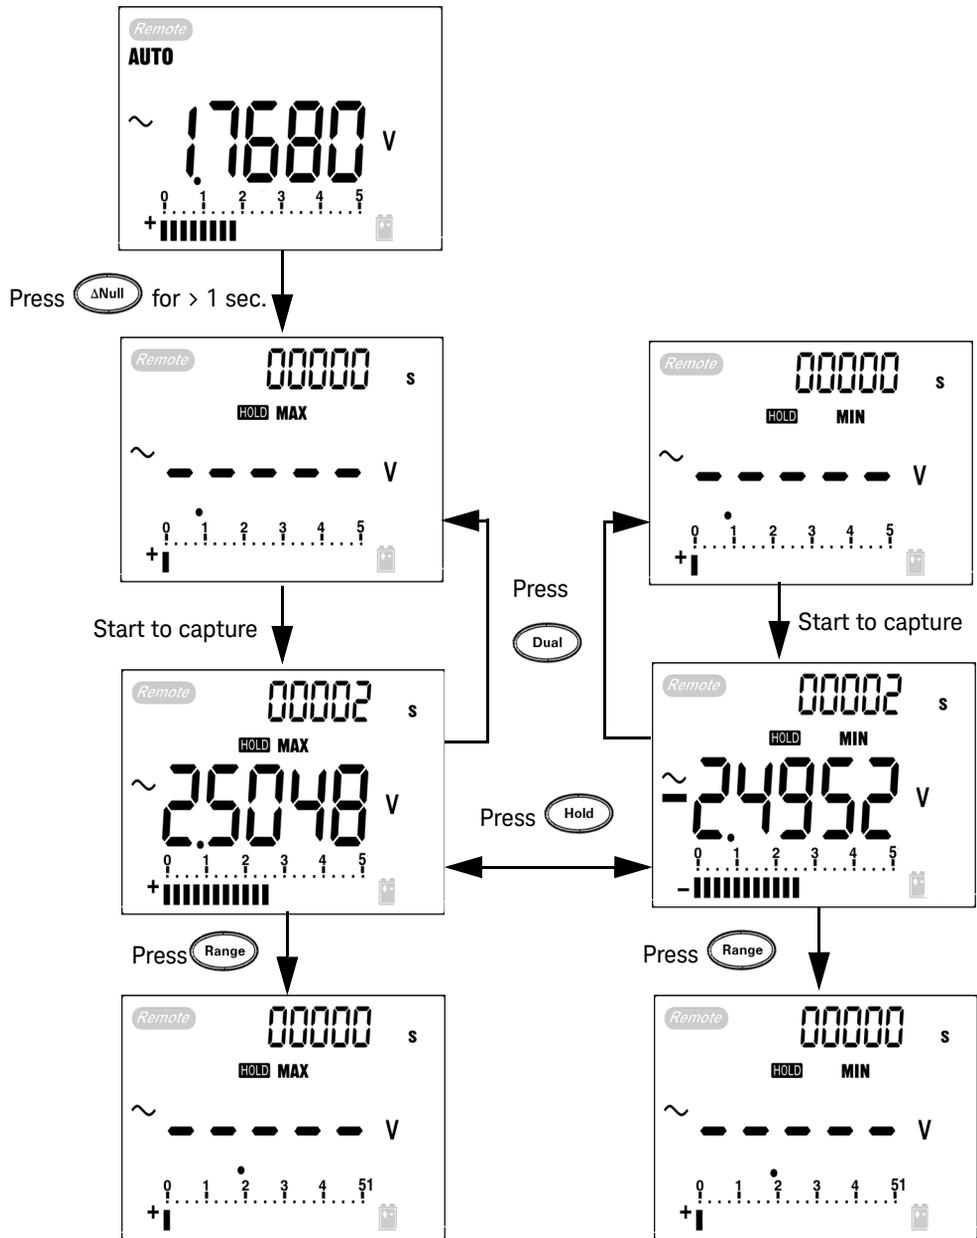

Abbildung 3-6 1-ms-Spitzenwert-Haltemodus
- 4 Gemäß den Messungen in Figure 3-6 auf Seite 86 ist der Spitzenfaktor  $2,5048 / 1,768 = 1,416$ .